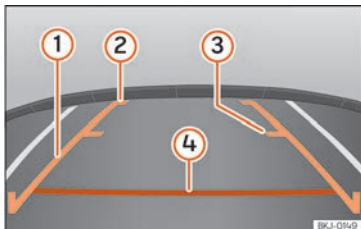

Abb. 249 Anzeige auf dem Bildschirm des Systems Easy Connect: Orientierungslinien.
- Die Beladung des Fahrzeugs verändert die Darstellung der Orientierungslinien »» Abb. 249. Die von ihnen dargestellte Breite verringert sich bei zunehmender Beladung. Achten Sie auf die Umgebung des Fahrzeugs, wenn der Innenraum oder der Gepäckraum beladen sind.
»» **Abb. 249**